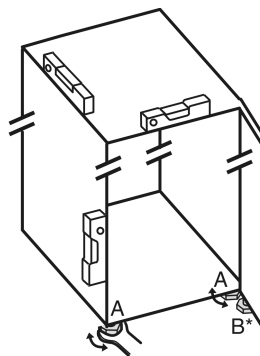

Fig. 5
- ▶ Odvrnite podesive nožice Fig. 5 (A) priloženim viličastim ključem i libelom prema van dok uređaj ne stoji čvrsto i ravno.
- Odvijte podesivu nožicu *Fig. 5 (B)* na podlošku ležaja priloženim viličastim ključem dok se ne podupre o pod.
- Nastavite okretati podesivu nožicu *Fig. 5 (B)* za 90°.